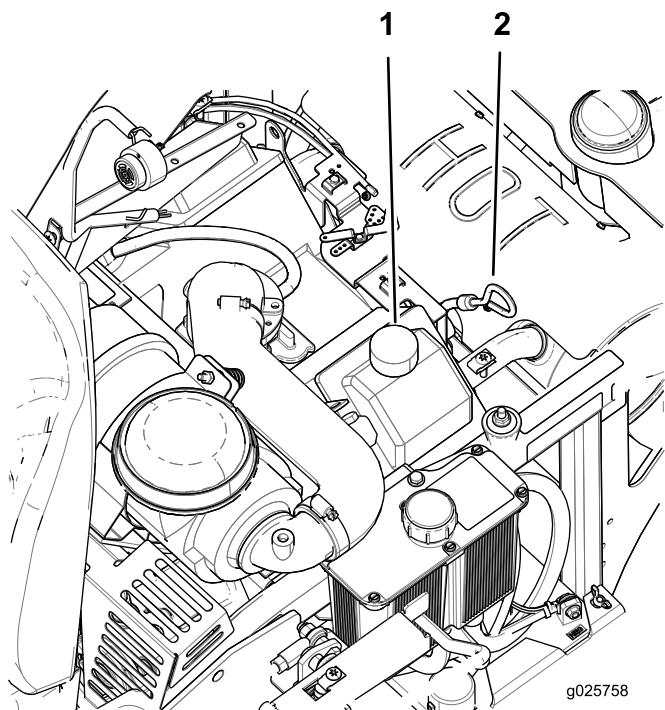

Figura 33
5. Limpie la zona alrededor de la varilla (Figura 33).
9. Si el nivel de aceite es bajo, limpíe la zona alrededor del tapón de llenado, retire el tapón y añada aceite hasta que llegue a la marca **Lleno (Full)** de la varilla (Figura 33). No llene demasiado.
4. Vierta lentamente un 80% aproximadamente del aceite especificado por el tubo de llenado, luego añada lentamente el resto del aceite hasta que llegue a la marca **Lleno (Full)** de la varilla (Figura 33).
5. Arranque el motor y conduzca hasta una zona llana. Compruebe el nivel de aceite otra vez (Figura 33).